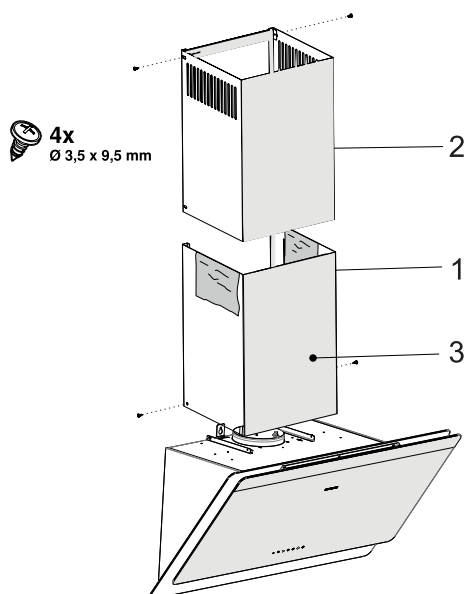

Abb. 11
- Entfernen Sie die Schutzfolien auf den Schächten (Abb. 11/1).
- Setzen Sie beide Schächte oben auf die Dunstabzugshaube und ziehen Sie den Innenschacht nach oben bis zum Verbindungsblech. Verschrauben Sie den Innenschacht rechts und links an dem Verbindungsblech (Abb. 11/2).
- Verschrauben Sie den Aussenschacht links und rechts an dem Winkelblech oberhalb der Dunstabzugshaube (Abb. 11/3).